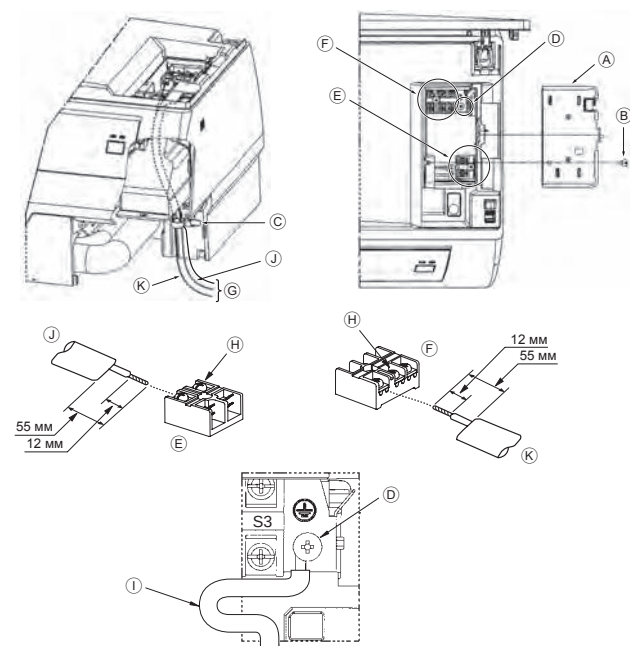

Fig. 6-1
■ РКА-М60, 71, 100КА(L) (Fig. 6-1)